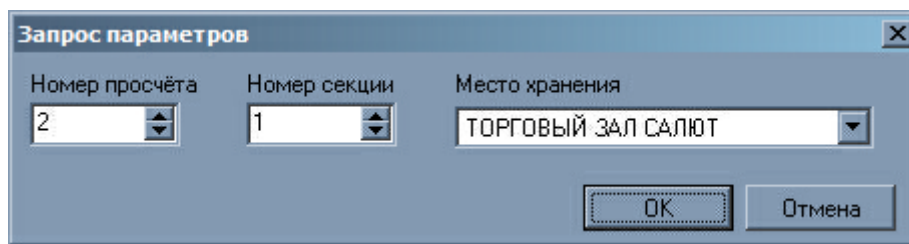

Рис. 4
2. Указывает номер подсчёта, номер секции (участка счёта), место хранения (см. рис. 4).
2. Указывает номер третьего подсчёта, номер секции (участка счёта), место хранения (см. рис. 4). Информация, полученная в результате третьего подсчета, будет считаться системой достоверной, при этом произойдет коррекция несовпадающих прежде записей.